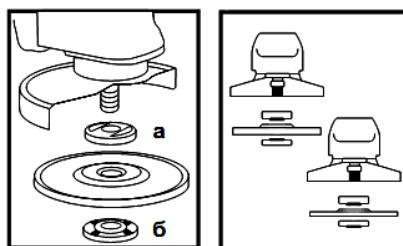

Рисунок 2
4.4 Встановіть на виріб абразивний шліфувальний або відрізний круг. Для цього натисніть на кнопку фіксації шпинделя (1) і поверніть шпиндель до фіксації. За допомогою вілочного ключа з комплекту виробу відверніть і зніміть затискну гайку (б) (див. рис. 2). Встановіть шліфувальний диск на посадкове місце фланцевої шайби (а) (рис. 2), накрутіть затискну гайку на шпиндель і затягніть її ключем з комплекту виробу.